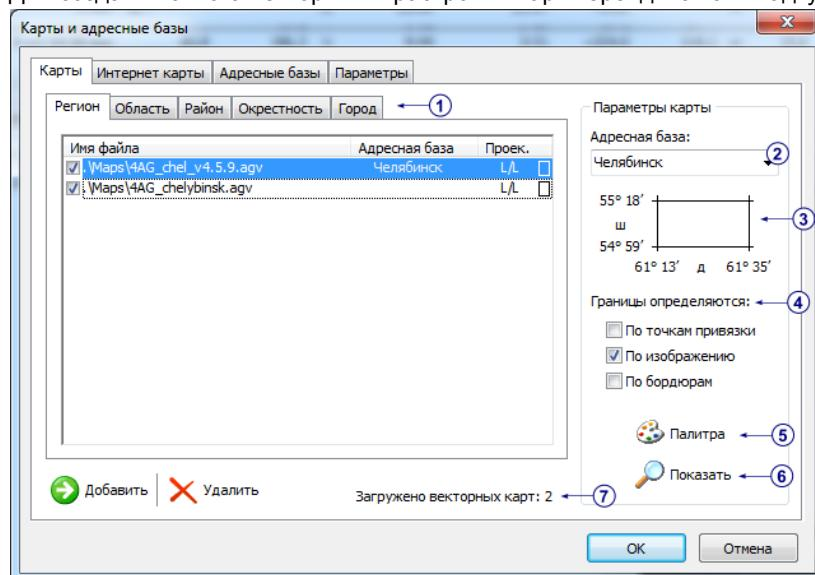

Рис.29 – Создание списка карт.
- В строке **Адресная база** (рис.29,п.2) выберите нужную базу для вашей карты. Базы заранее должны быть загружены (см. вкладку Адресные базы).
- При выборе карты отображаются его размеры – координаты крайних точек (рис.29,п.3).
- В строке **Границы определяются** (рис.29,п.4) выберите способ определения границ карты:
В этом меню, в зависимости от масштаба, карты условно разделены на несколько списков (рис.29, п.1):
- Для настройки палитры (стиля отображения) векторных карт нажмите кнопку **Палитра** (рис.29,п.5). Палитра для всех загруженных векторных карт – единая.
- Нажмите кнопку **Показать** (рис.29, п.6) для предварительного просмотра карты.
В нижней части окна имеется статусная строка, где указывается количество карт в списке (рис.29,п.7).
- Уровень детализации** – передвигая ползунок, Вы можете переключаться по картам различного масштаба из списка загруженных векторных и растровых карт (рис.29, п.1).